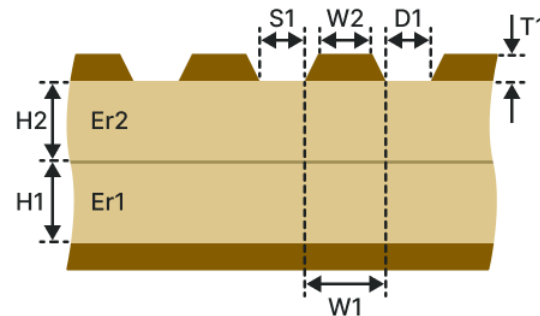

Рис. 179 Копланарная дифференциальная микрополосковая ЛП с опорным слоем (КДМОС-2Н)
- Копланарная дифференциальная микрополосковая ЛП с опорным слоем (КДМОС-2Н), см. Рис. 179.